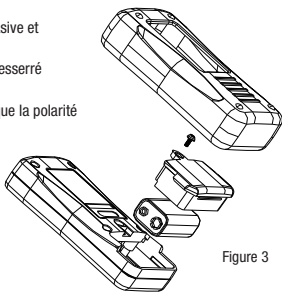

Figure 3
5. Remplacer la pile tel qu'illustré à la Figure 3. S'assurer que la polarité de la pile est correcte.